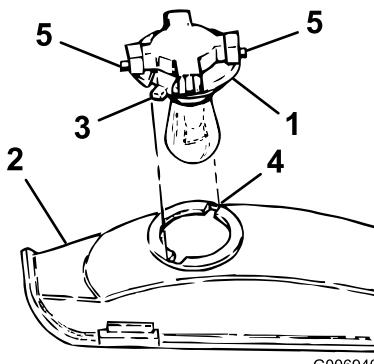

Figura 32
3. Gire el portalámparas 1/4 de giro en sentido contrario a las agujas del reloj y retírelo del reflector (Figura 32).